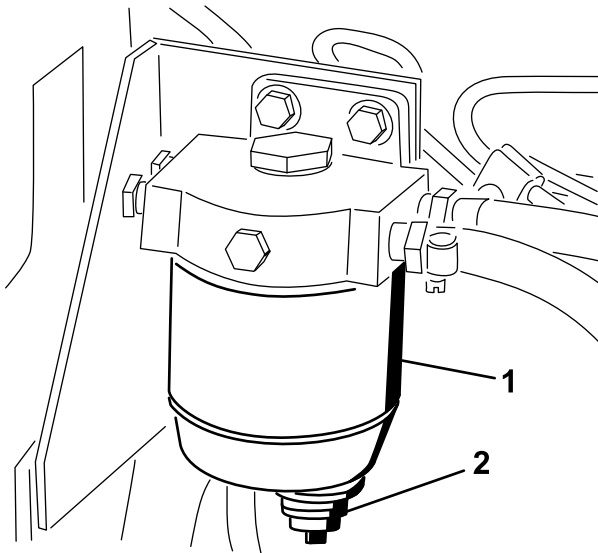

Bild 55
Lassen Sie Wasser und andere Fremdstoffe täglich aus dem Kraftstofffilter bzw. Wasserabscheider ab (Bild 55).
1. Reinigen Sie den Anbaubereich der Filterglocke (Bild 55).
2. Entfernen Sie die Filterglocke und reinigen die Kontaktfläche (Bild 55).
4. Drehen Sie die Filterglocke per Hand, bis die Dichtung die Kontaktfläche berührt. Ziehen Sie sie dann um eine weitere 1/2 Umdrehung fester (Bild 55).